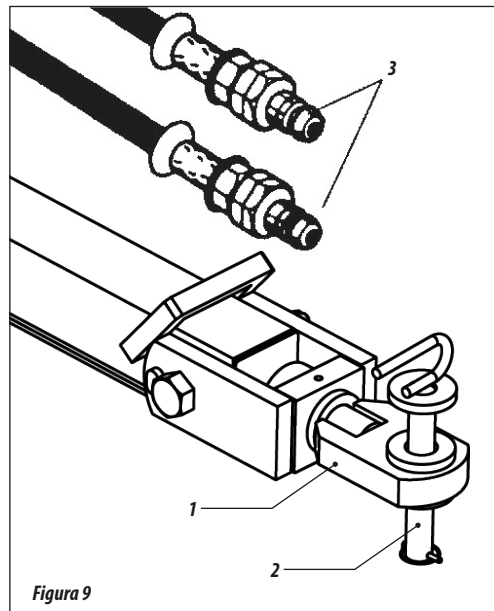

Figura 9
03 - Para enganchar el subsolador en la barra de tracción del tractor, debese observar o alineamiento de los mismos, regular la altura exacta del enganche a través del regulador y hacer uso del perno (2) **figura 9.**